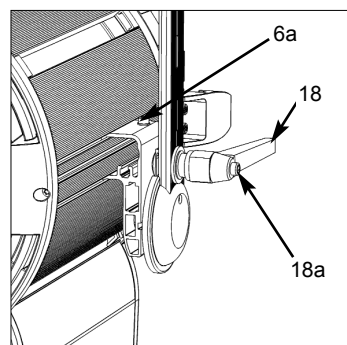

Abb. 3 / figure 3
- Bei Lieferung befindet sich der Haltebügel (2) in Ausgangsposition (Bügel umschließt Linse).
- Schrauben an der Bügelhalterung (6a, Abb. 3) beidseitig mit Torx-Schraubendreher Nr. 25 leicht lösen, Bügel bis zur Linsenfassung (12) vorziehen.
- Klemmhebel (18) lockern und Haltebügel nach oben schwenken.
- Zur Einstellung des idealen Schwerpunkts Haltebügel mittig zur Markierung "Centre" (17) verschieben. Ziehen Sie dann die Schrauben an Bügelhalterung (6a) wieder fest.
- Schwenken Sie nun den Haltebügel in die gewünschte Neigeposition. Klemmhebel wieder festziehen. Zur besseren Bedienbarkeit lässt sich die Position des Klemmhebels durch Drücken des Knopfs am Klemmhebel (18a, Abb. 3) verändern.
- Den Stativzapfen (1) und das Distanzstück (1a) auf die Bohrung im Haltebügel aufsetzen, Schraube mit Scheibe und Federring eindrehen und mit Drehmomentschlüssel auf **50Nm** festziehen.
- On delivery the stirrup (2) is tilted to the front.
- Slightly loosen the screws in the stirrup bearing (6a, figure 3) on both sides with the No. 25 torque wrench and pull it towards the lens door (12).
- Loosen the tilt lock lever (18) and tilt the stirrup upwards.
- In order to position the stirrup at the ideal balance point move it to the center marking (17) on the side of the lamphead. Then tighten the screws at the stirrup bearing (6a).
- Tilt the stirrup to the desired angle and tighten the tilt lock lever. For better leverage, press the knob (18a, figure 3) on the tilt lock lever and turn the lever into the desired position.
- Place the spigot (1) and the spacer (1a) onto the boring in the stirrup, insert the screw with washer and spring washer and fasten it with the torque wrench to **50Nm / 37 foot pounds of torque**.